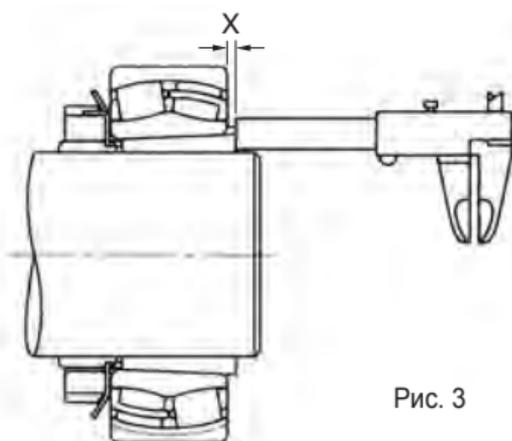

Рис. 3
5. Измерьте размер  $X$ , как показано выше на рис. 3.